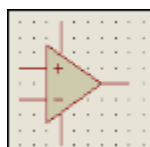

Figura 46: Símbolo exemplo, amplificador operacional.
10. Esboce o componente com o cursor do mouse. Para desenhar formas arredondadas, pressione a tecla CTRL e mova o cursor do mouse. Feche os pontos do desenho. Como exemplo, será feito um amplificador operacional, como mostra a figura 46.